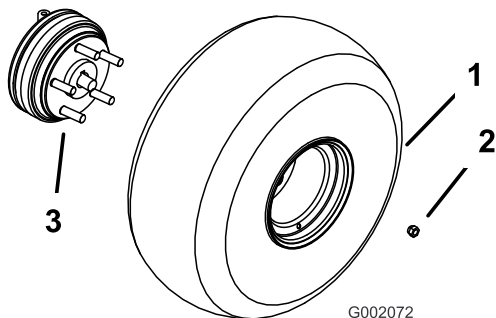

Figura 3
3. Monte as rodas com os dispositivos de fixação que retirou anteriormente (Figura 3) e aperte-os com 61-88 Nm.